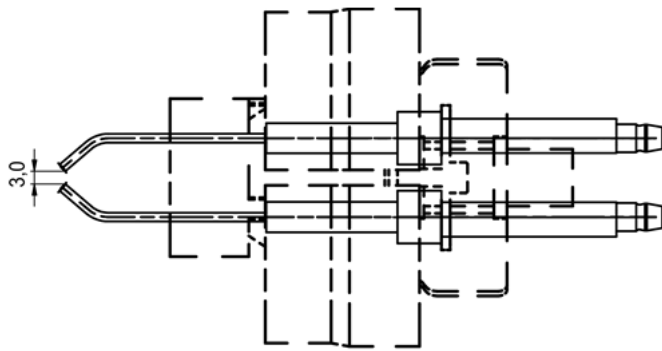
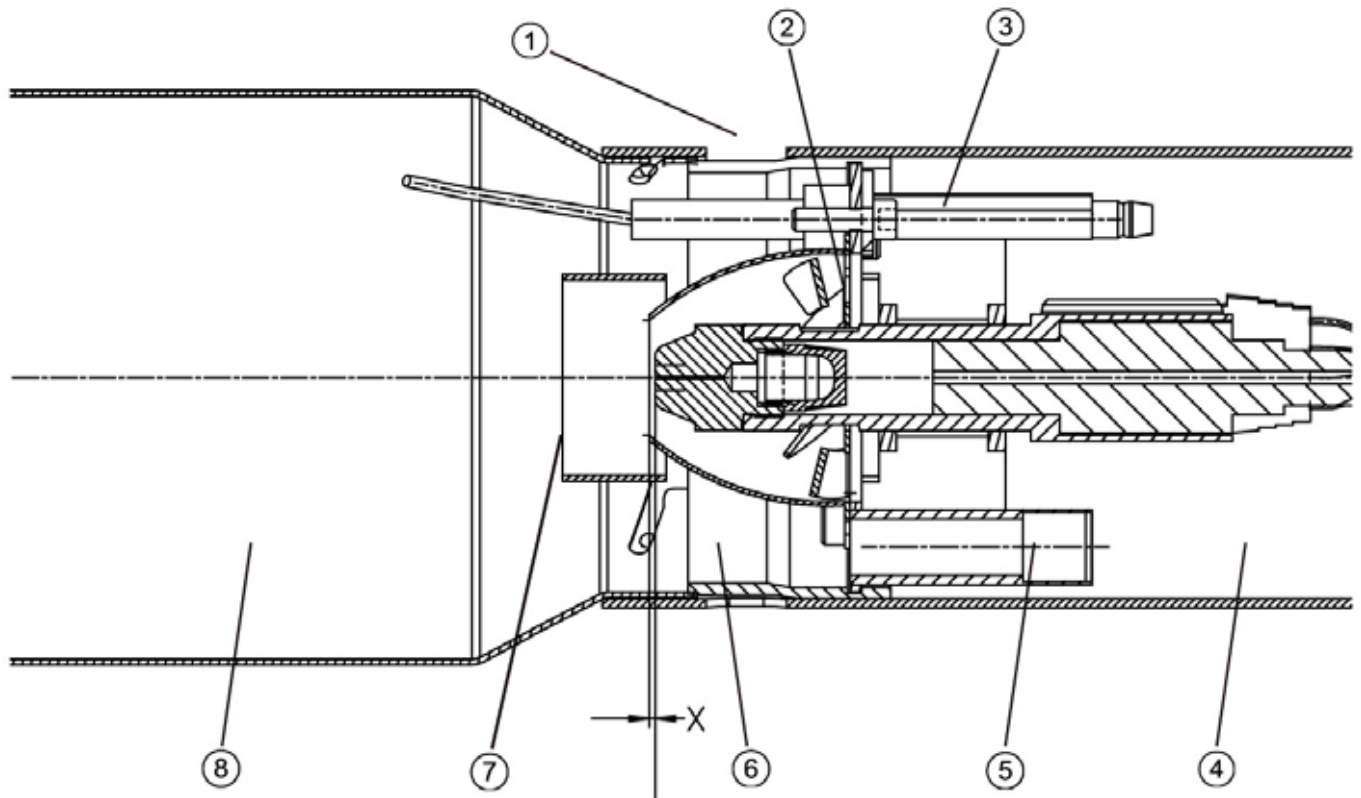

Abb. 14: Zündelektrodeneinstellung
Abb. 15: Maß X der Mischeinrichtung
Anhand der Abb. 14-Abb. 15 können die Zündelektrodenform, die Position sowie der Abstand ermittelt werden.
- ➔ Justieren Sie – falls erforderlich – den Abstand und die Position der Zündelektroden gem. Abb. 14.
Legende zu Abb. 15: